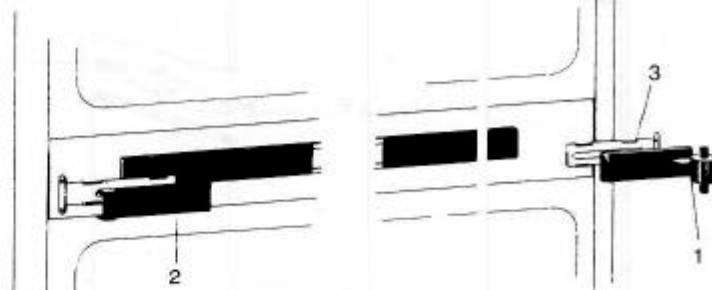

Fig. 9
- (Fig. 9) Fixer la glissière 1 à la porte du meuble à la hauteur souhaitée et à environ 20 mm. du niveau externe de la porte.